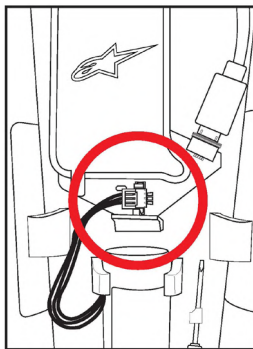

Figure 18 : Emplacement du connecteur de la batterie du système (14)
Les utilisateurs doivent être informés que les générateurs de gaz (15) sont des dispositifs pyrotechniques. Conformément à la directive européenne sur les produits pyrotechniques (2013/29/UE), ils sont certifiés sûrs pour le transport, à condition que la batterie (14) soit physiquement déconnectée de l'unité de contrôle électronique (6). Pour déconnecter la batterie (14), l'utilisateur doit ouvrir l'unité de contrôle de l'airbag (6) et déconnecter la batterie (14) du connecteur situé sur l'unité de contrôle électronique (16), comme indiqué à la figure 18.